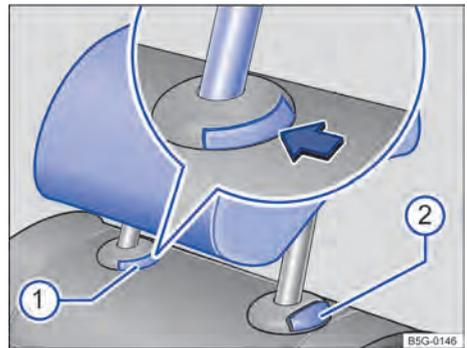

Fig. 89 Desinstalar o apoio para cabeça traseiro.
- Pressionar o botão → Fig. 89  na guia do apoio para cabeça.